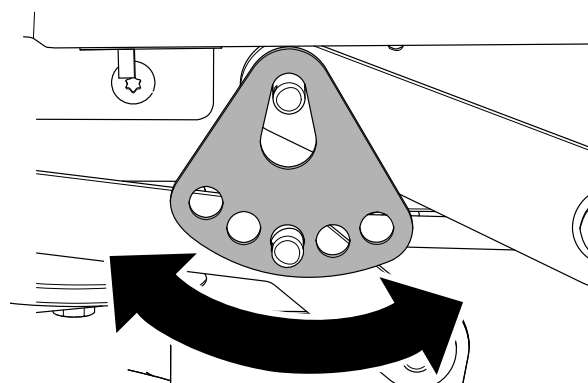

**Figure 63**
6. Retirez la goupille fendue et la rondelle de l'axe inférieur du bras de levage (Figure 63).